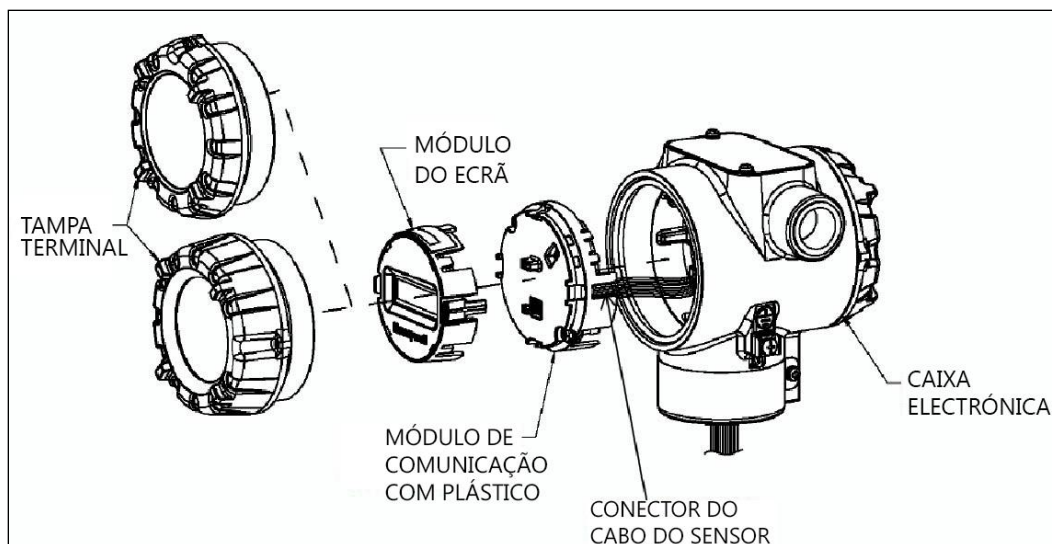

Figura 22 – Desmontagem para substituição do conjunto de medição
4. Consulte a Figura 22. Desaperte o bloqueio da tampa terminal e desaparafuse a tampa terminal do lado da electrónica da caixa do Transmissor.